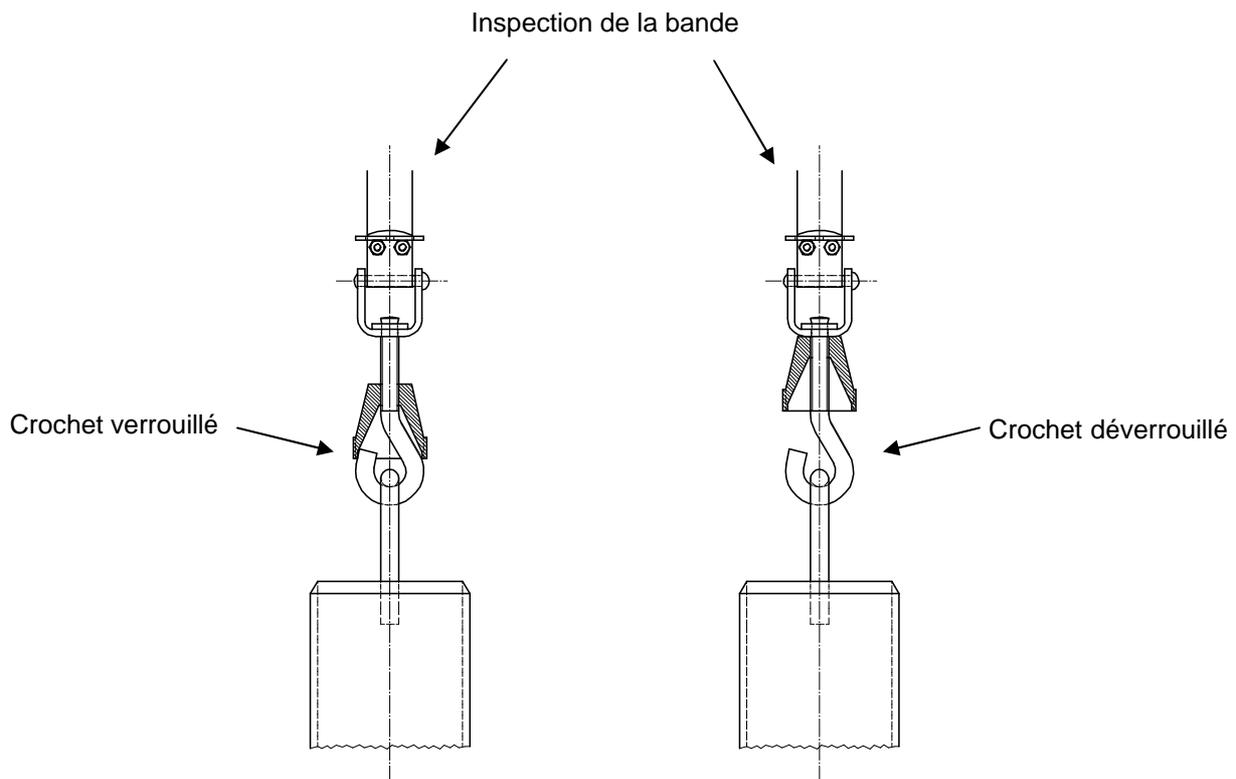

Fig. 1
- Vérifier l'accrochage de la bouteille (voir Fig. 1). L'écrou de verrouillage doit être en appui sur le crochet lors de l'utilisation.